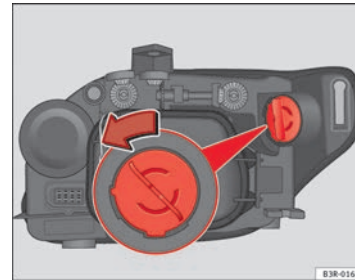

Abb. 207 Glühlampe für Blinklicht
- Drehen Sie den Lampenträger gegen den Uhrzeigersinn und ziehen Sie ihn ⇒ Abb. 207 mit der Glühlampe heraus.